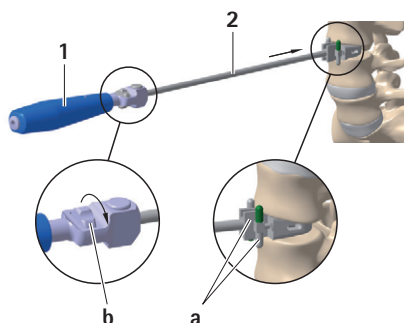

Fig. 1
- ▶ Monter le guidage de burin **2** avec la hauteur d'implant et l'angle souhaités dans le manche **1**, voir Fig. 1.
- ▶ Tourner la molette **b** dans le sens des aiguilles d'une montre et régler l'arrêt de sécurité **a** à la longueur de burin minimale, voir Fig. 1.
- ▶ Introduire le guidage de burin **2** au centre de l'espace intervertébral et régler l'arrêt de sécurité **a** sous contrôle radiologique à la profondeur de bûrage souhaitée, voir Fig. 1.